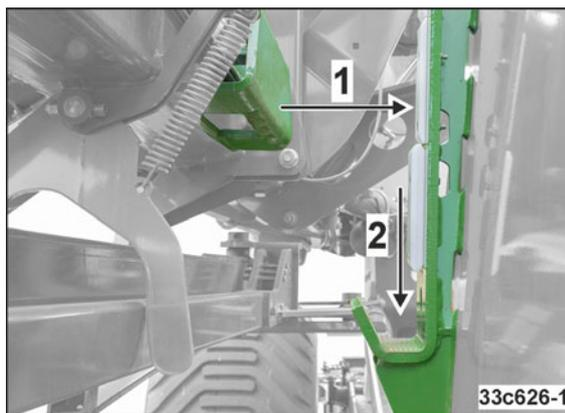

Рис. 232
- o консоли машины (Рис. 232/1) не будут прилегать к скользящим элементам (Рис. 232/2) блокировочных крюков.